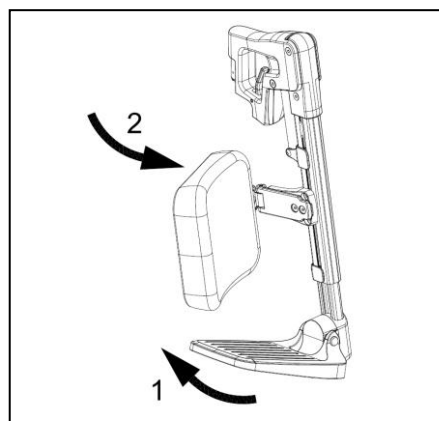

Figure 6.1
- Rabattre les plaques des repose- pieds vers le haut (fig. 6.1).
- Faire pivoter sur le côté les maintiens de mollet (le cas échéant) (fig. 6.1).